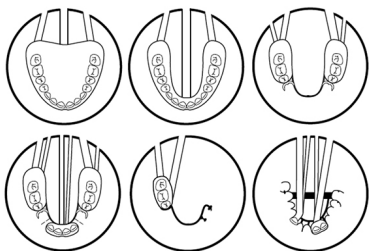

Abbildung 1: verschiedene Ausführungen der Anstiftung von Gusskanälen
- a. Bringen Sie, wie in **Abbildung 1** dargestellt, Gießlöcher in das Hydrokolloid bzw. Silikon.